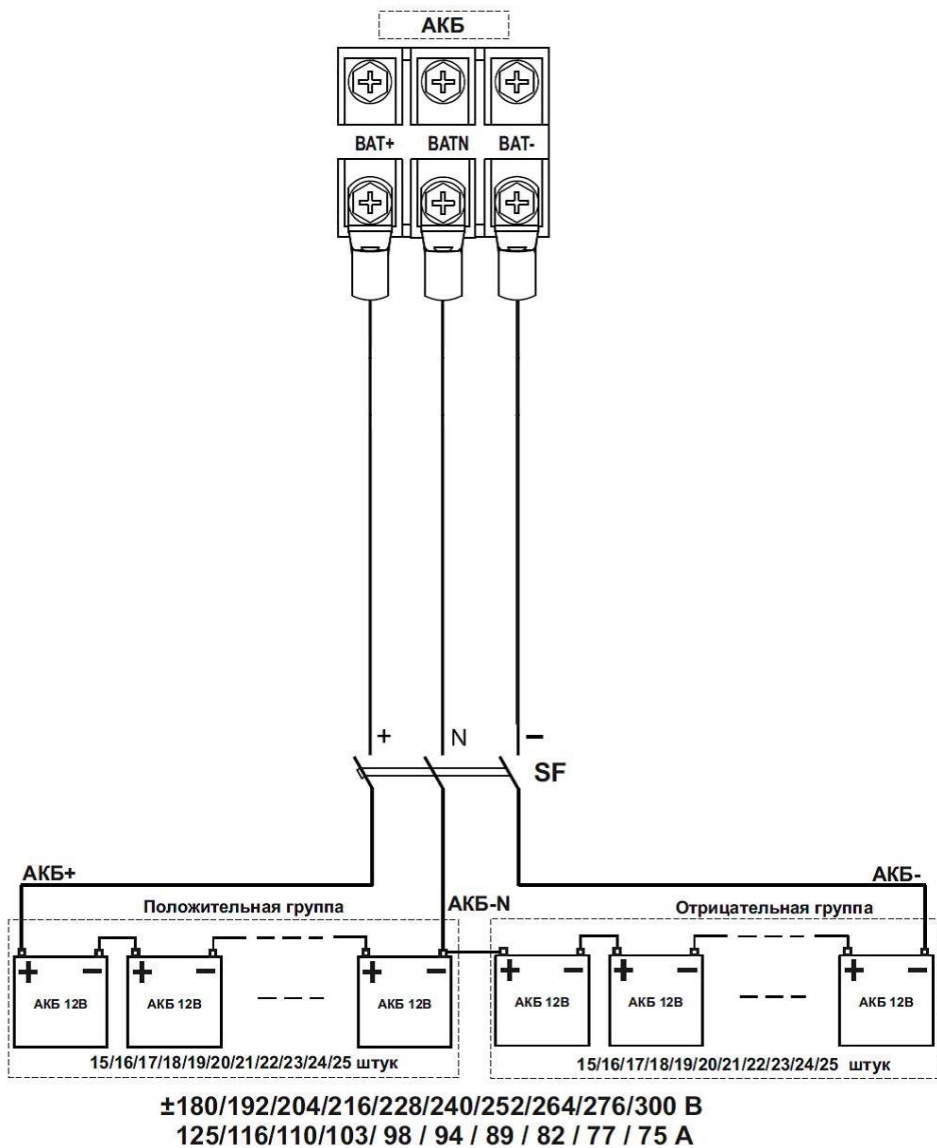

Рисунок 4 — Схема монтажа АКБ
Между АКБ и изделием должен быть подключен автоматический выключатель постоянного тока (SF, на номинальный ток 400 А – SKAT-UPS 120-3/3-ON или 500 А - SKAT-UPS 160-3/3-ON, см. рисунок 4).
Между АКБ и изделием должен быть подключен DC — совместимый термоманитный трехполюсный защитный автоматический выключатель SF, (или другое устройство защиты, например, группа предохранителей с трехполюсным выключателем), расположенный как можно ближе к АКБ, см. рисунок 4.
- номинальное напряжение выключателя должно быть не менее рабочего напряжения положительной/отрицательной группы АКБ (см. рисунок 4);
Затем выполнить, **с соблюдением полярности**, последовательное соединение аккумуляторных батарей 12 В, в соответствии с двуполярной схемой (см. рисунок 4) при помощи перемычек АКБ (**перемычки АКБ в комплект поставки НЕ входят**).